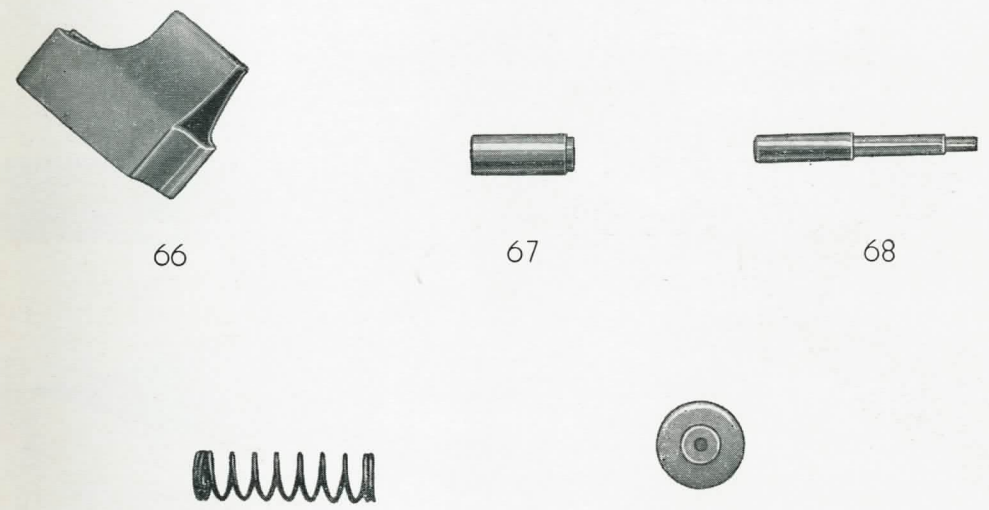

Fig. 1 — Retirar o carregador.
- 1 — Retirar o *carregador*, o que se consegue puxando para trás, com o dedo indicador, a aba do *retém-do-carregador* (p. 38), como indica a fig. 1, à página 24;